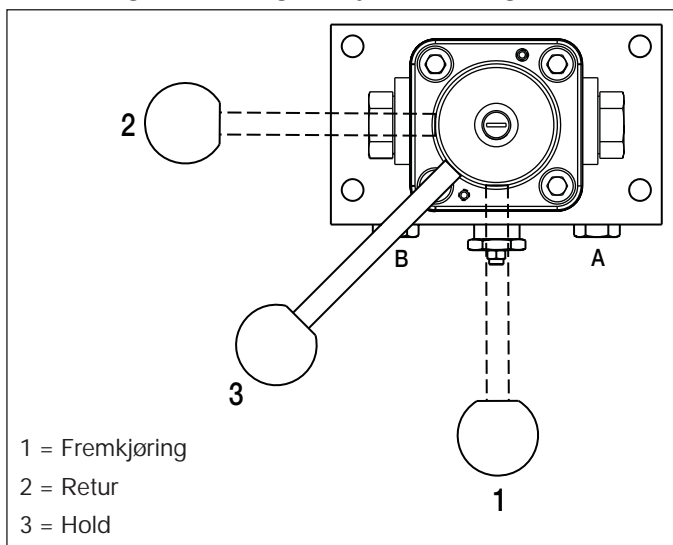

Fig. 10, Ventilhendelens posisjoner
4. Drei på kontrollventilhendelen til posisjonen nøytral/hold ("3") (se fig. 10 for hendelposisjoner).
Still inn trykket på tilbaketrekkingssidens trykkreguleringsventil som beskrevet i følgende prosedyre. Se fig. 10 og 11.
4. Påse at kontrollventilhendelen settes til posisjonen nøytral/hold ("3") (se fig. 10 for ventilposisjoner).